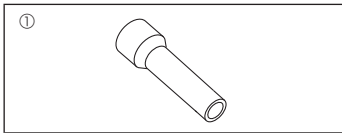

Fig. 1-1
1.6. Wyposażenie dodatkowe jednostki zewnętrznej (Fig. 1-1) (ZM200/250, M200/250)